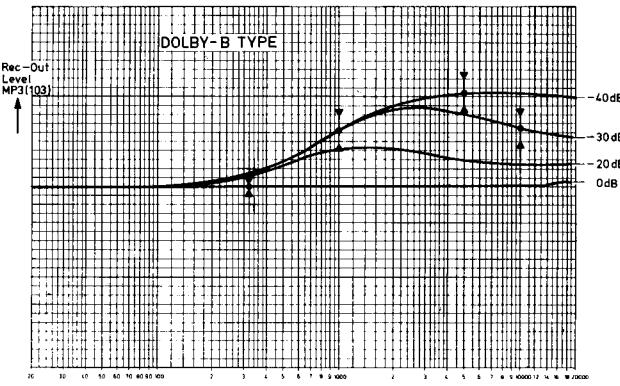
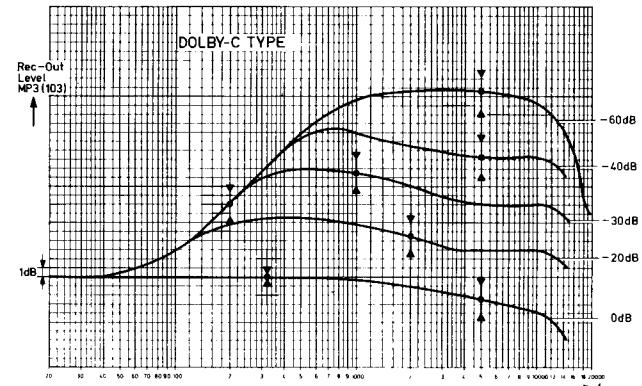

Fig. 11
Fig. 12
- *c — Graphs Fig. 11 and Fig. 12 show how the voltage across MP3 (MP103) rec.-out behaves with respect to the voltage across monitor output BU6 (BU7) at various input levels.
- *c — In de grafieken Fig. 11 en Fig. 12 is aangegeven hoe de spanning op MP3 (MP103) rec-out zich gedraagt t.o.v. de spanning op de monitoruitgang BU6 (BU7) bij verschillende ingangs niveau's.
- *c — Les graphiques Fig. 11 et Fig. 12 montrent le comportement de la tension sur MP3 (MP103) rec-out par rapport à la sortie de moniteur BU6 (BU7) à des niveaux d'entrée différents.
- *c — In den graphischen Darstellungen Fig. 11 und Fig. 12 ist angegeben, wie sich die Spannung an MP3 (MP103) "rec-out" gegenüber der Spannung an dem Monitorausgang BU6 (BU7) bei mehreren Eingangsspeichern verhält.
- *c — I grafici Fig. 11 e Fig. 12 fanno apparire il comportamento della tensione su di MP3 (MP103) rec-out nei confronti della tensione di uscita del monitor BU6 (BU7) ai livelli diversi di tensione.